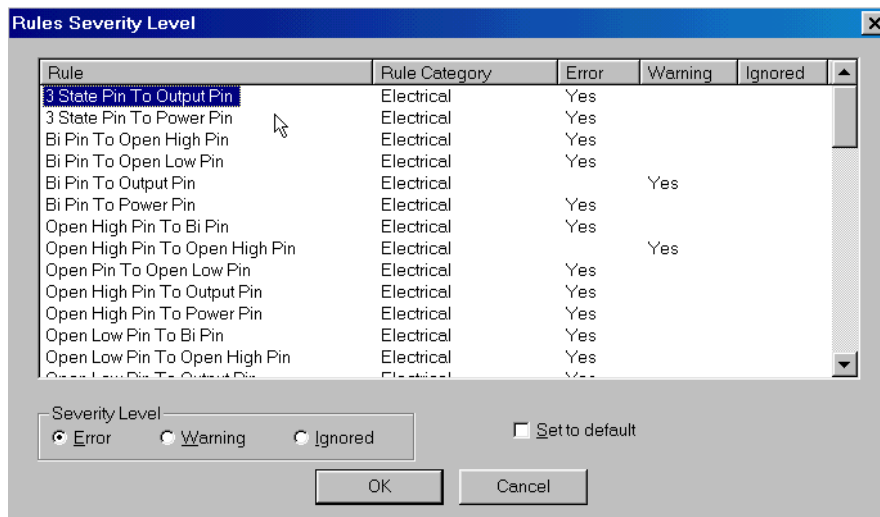

Рис. 6-28. Установка приоритетов ошибок
6) Нажмите кнопку **Severity Levels...** (уровень серьезности) для установки приоритетов выявляемых ошибок. Появится панель **Rules Severity Level** (уровень серьезности правил), показанная на рис. 6-28. Выделив в окне одно или несколько правил проверки с помощью переключателя в рамке *Severity Level* можно задать для него один из трех уровней – Ignored (игнорировать), Warning (предупреждение), Error